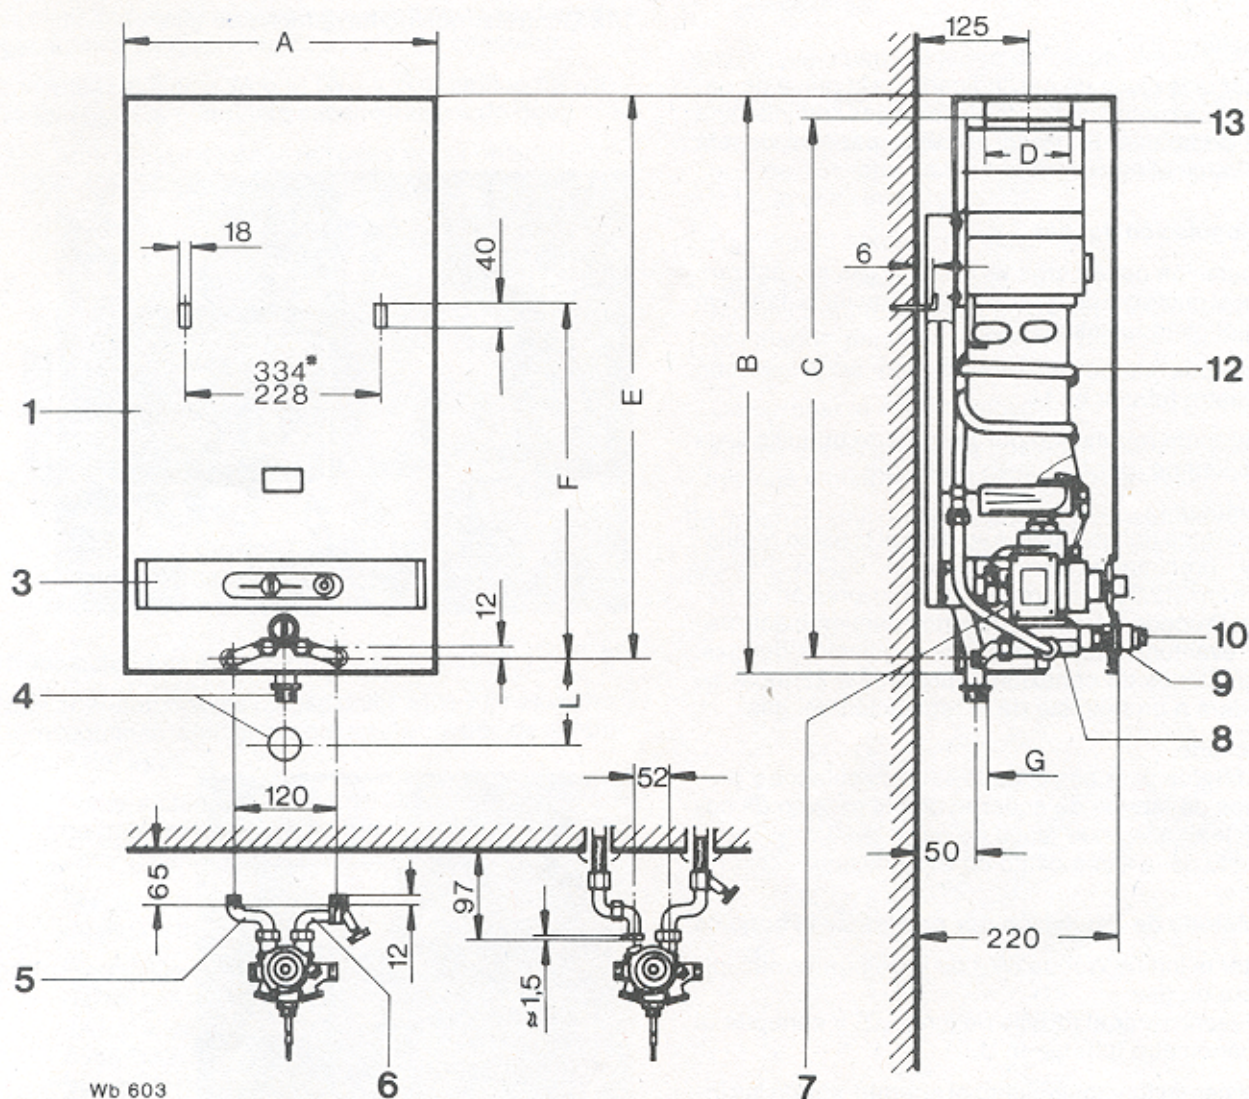

Fig. 4
Soltar el tornillo moleteado (9) Fig. 4. Bascular la carcasa hacia delante y levantarla.
Determinar las conexiones para gas y agua según la fig. 4 con la plantilla de montaje EWZ 236/1 (8709918061).
Colocar las alcayatas que se adjuntan (fig. 4).